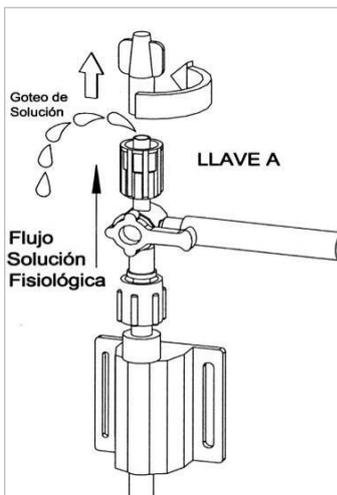
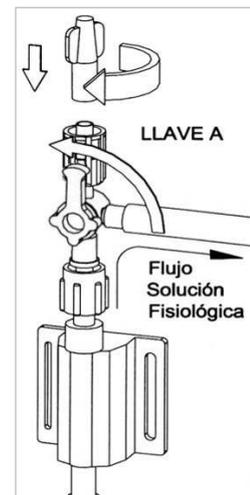
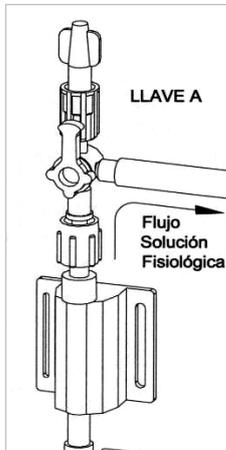

Figura 11-2 - Apertura de Llave "A" y quitado de la tapa
Figura 11-4 - Giro de Llave "A" y puesta de tapa
Figura 11-5 - Posición final de la Llave "A"
- 2** Quite la tapa de la Llave "A" (figura 11.2) y comience a llenar el Transductor con solución fisiológica abriendo el Clamp.
- 3** Cuando el Transductor esté lleno de solución fisiológica, libre de burbujas de aire y la solución gotee por el extremo (figura 11.2) de la llave de 3 vías (Llave "A"), Coloque la tapa y gire la Llave "A" como indica la figura 11.4. La Llave "A" y la tapa deben quedar como se muestra en la figura 11.5.